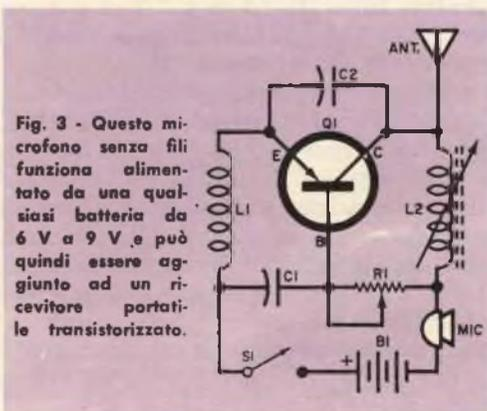
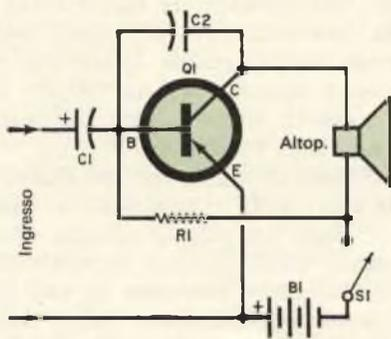

**Fig. 2** - Questo relé fotoelettrico è in grado di rilevare un fiammifero acceso distante un metro.
Fig. 4 - Circuito di un semplice amplificatore audio. Collegate ai fili di ingresso una spina che si innesterà nel jack della cuffia del ricevitore.
**Circuiti a transistori** - Non è necessario che un'apparecchiatura elettronica sia complicata per essere interessante e versatile. Quale esempio di ciò che si può fare con un solo transistor presentiamo questo mese i tre semplici circuiti illustrati nella *fig. 2*, nella *fig. 3* e nella *fig. 4*. Ciascun circuito non è critico, per quanto riguarda la disposizione e l'isolamento dei componenti, e può essere montato sia adottando il convenzionale sistema di cablaggio da punto a punto, sia utilizzando tavolette a circuito stampato.
Nella *fig. 2* presentiamo il circuito di un relé fotoelettrico che può costituire l'elemento fondamentale di un dispositivo segnalatore, allarme antifurto, interruttore ottico od altra installazione analoga controllata per mezzo della luce, a seconda del circuito esterno che si collega ai contatti del relé dello strumento.
Nel circuito di fig. 4 è illustrato un amplificatore audio. In questo circuito, progettato per fornire una maggiore potenza di uscita audio per piccoli ricevitori a transistori, un solo transistor di potenza (Q1) di tipo p-n-p con utilizzazione ad emettitore comune è impiegato come amplificatore di potenza per pilotare un normale altoparlante a magnete permanente.